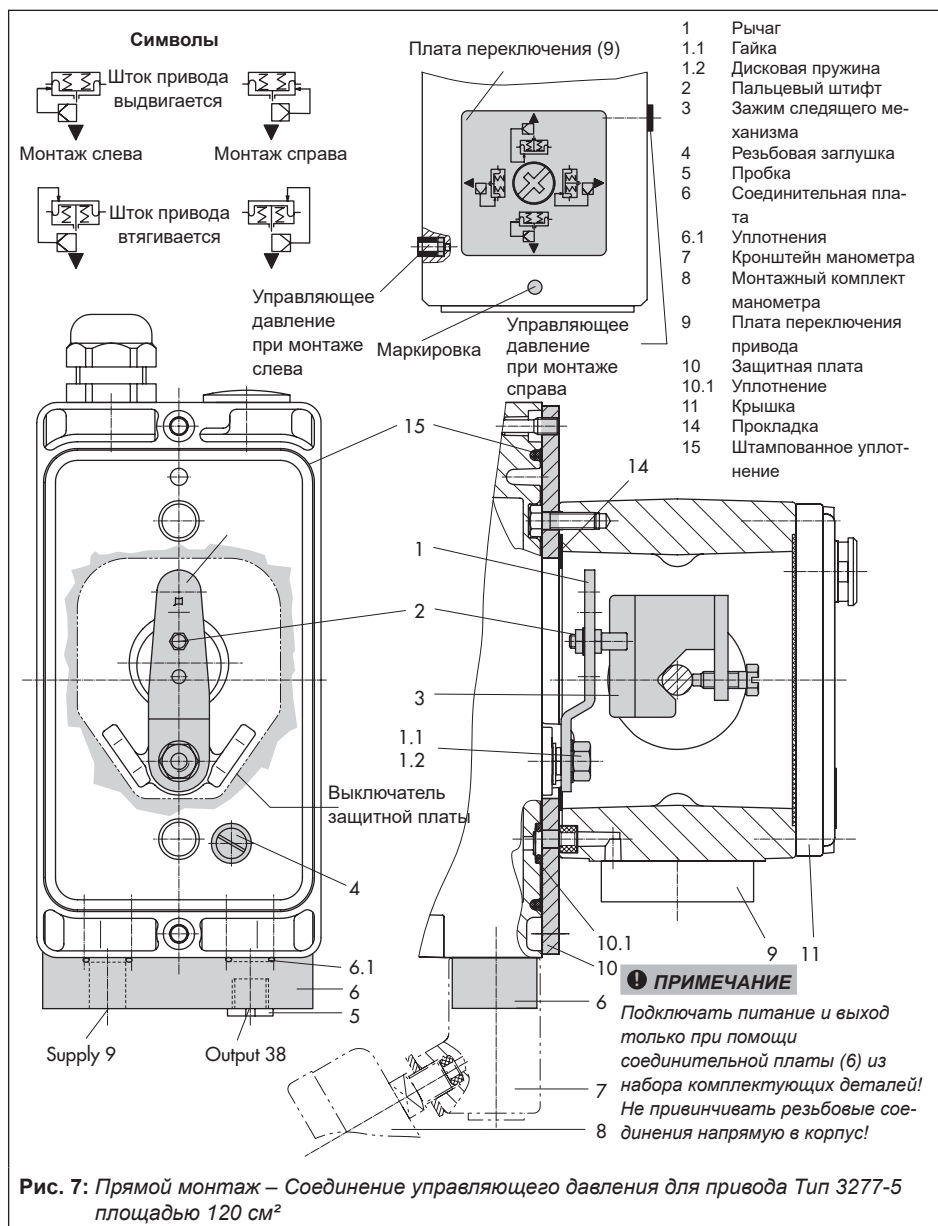

Рис. 7: Прямой монтаж – Соединение управляющего давления для привода Тип 3277-5 площадью 120 см²
Привод 120 см² (см. Рис. 7)
- ➔ Необходимо установить плату переключения (9) на раме привода в зависимости от положения безопасности "Шток привода выдвигается" или "Шток привода втягивается". Отрегулируйте символ для крепления слева или справа с маркировкой (см. Рис. 7, сверху).
1. Установите соединительную плату (6) или кронштейн манометра (7) с манометрами на позиционере, следите за правильностью положения двух уплотнительных колец (6.1).
2. Выкрутите резьбовую заглушку (4) с обратной стороны позиционера и закройте выход управляющего давления (38) на соединительной плате (6) или кронштейне манометра (7) пробкой (5) из прилагаемого навесного оборудования.
3. Установите зажим следящего механизма (3) на шток привода, выровняйте и зафиксируйте таким образом, чтобы крепежный болт находился в пазе штока привода.
4. Защитную плату (10) узкой стороной выреза (Рис. 7, слева) зафиксируйте в направлении соединения управляющего давления. Прокладка (14) должна указывать в сторону рамы привода.
5. Проверьте положение пальцевого штифта (2) на рычаге М (1). Тип монтажа см. в таблицах рабочего хода. При необходимости, положение штифта можно изменить (см. раздел 5.2).
6. Вставьте штампованное уплотнение (15) в паз корпуса позиционера, установите уплотнение (10.1) на обратную сторону корпуса.